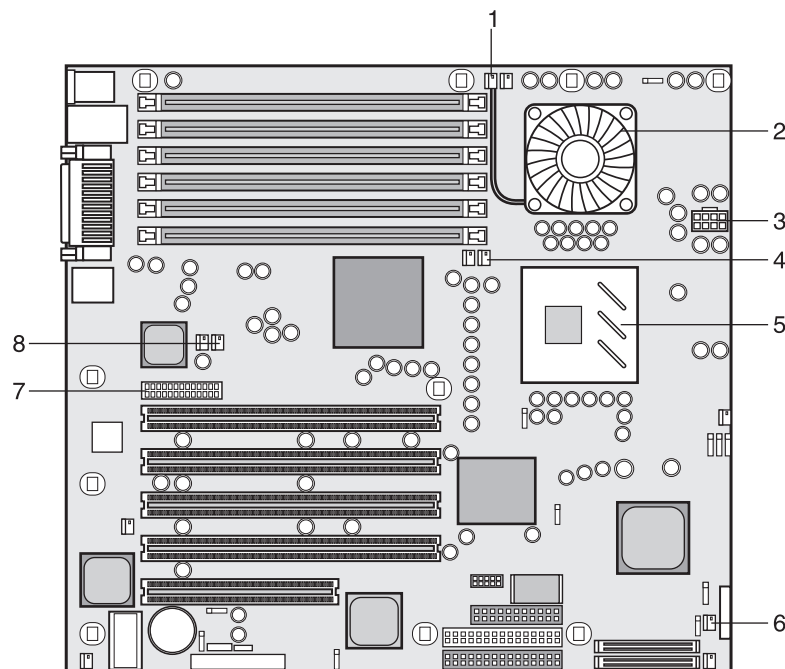

Figura 2-14: Placa del sistema (vista superior)
El Servidor ProLiant ML150 de HP se suministra con al menos un procesador instalado (conector del procesador principal – CPU 1). Ambos conectores del procesador principal y secundario se encuentran situados en la placa del sistema. Los módulos reguladores de voltaje (VRM) se integran en la placa del sistema. Consulte la figura 2-14.
- Instale el segundo procesador en la ranura secundaria (CPU 2). Consulte la figura 2-14.
En esta sección se incluyen instrucciones para instalar un segundo procesador y su disipador térmico en la placa del sistema. La figura 2-14 indica la ubicación de los procesadores principal y secundario.